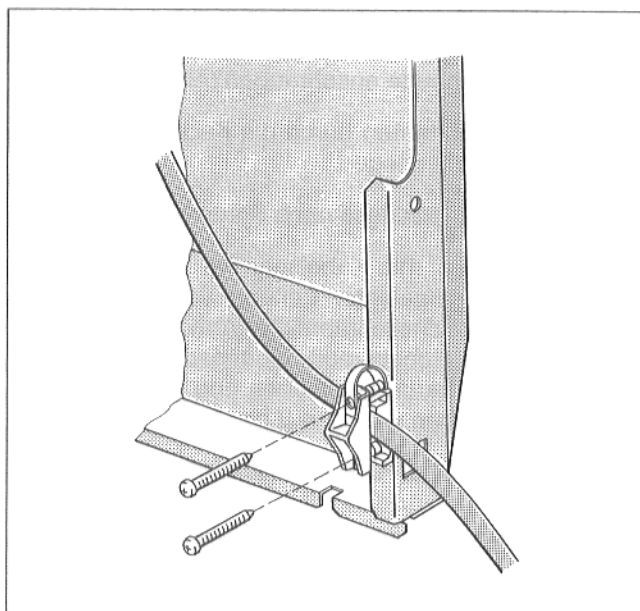

Abb. 11
- Brennerkabel in Zugentlastung einlegen und Zugentlastung mit 2 Blechschrauben festschrauben (Abb. 11).